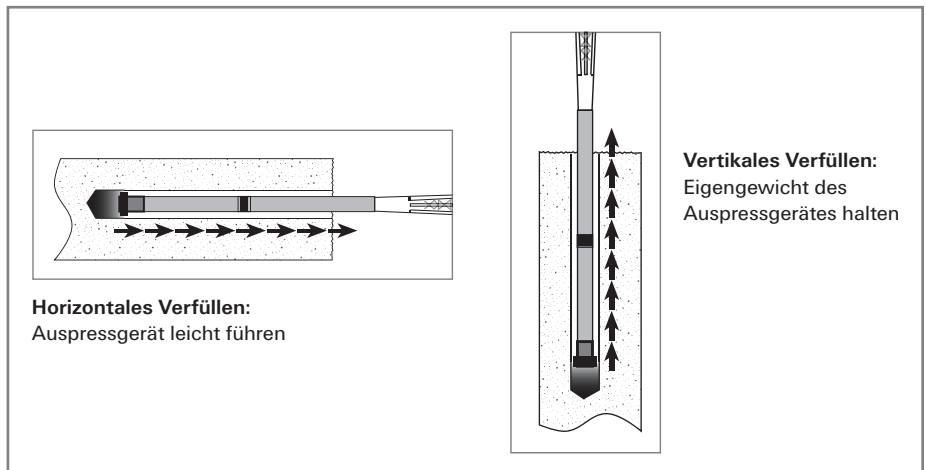

Abb. 9: Gleichmäßiges und **blasenfreies** Auspressen des Mörtels
- Auspressgerät während des Verfüllens – dem Druck der Injektionshilfe folgend – führen (Abb. 9).